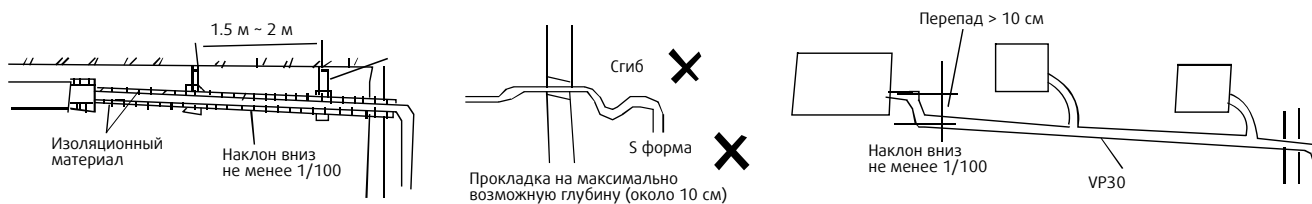

Рис. 7-1
- При прокладке дренажной линии руководствуйтесь схемой на Рис. 7-1.